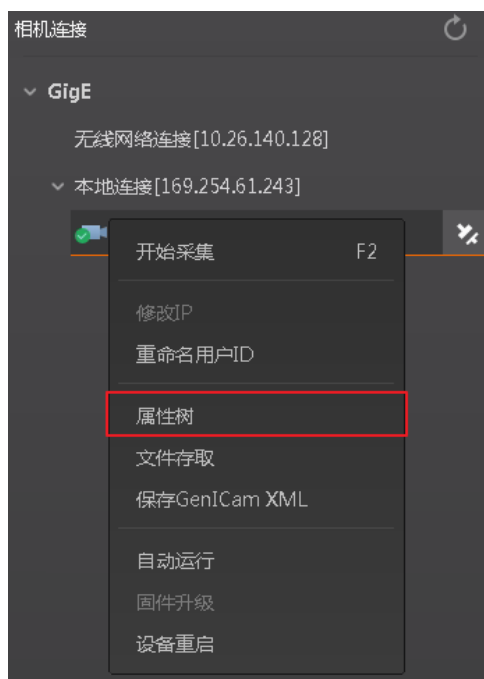

图4-15 进入属性树
1. 选中已连接读码器，在右键菜单中选择“属性树”可进入读码器的属性树，如图 4-15 所示。